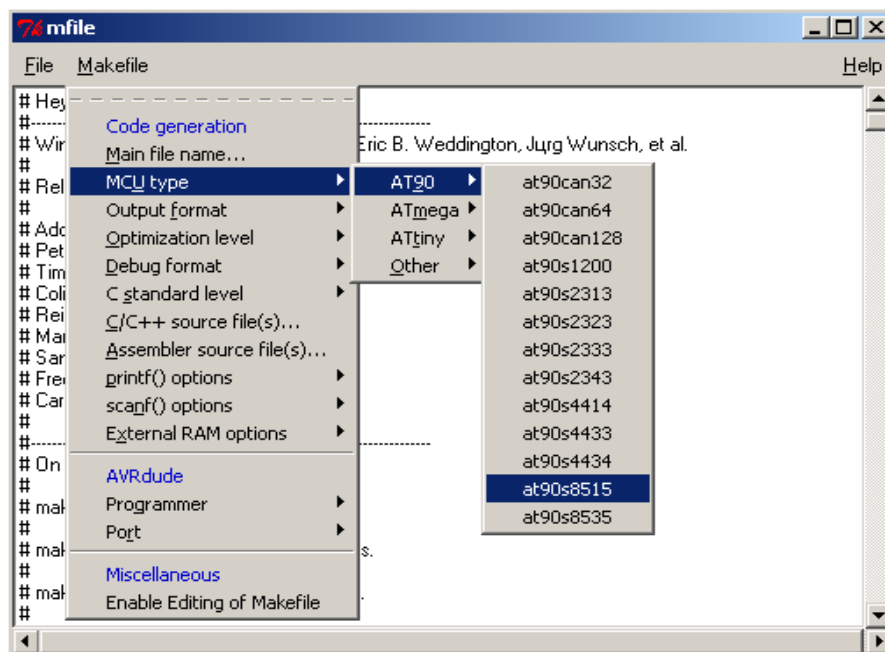

Рисунок 1.8 – Вибір типу мікроконтролера для створення makefile
1. Завантажуємо програму Mfile (входить до складу WinAVR) і вибираємо тип МК (див. рис. 1.8).